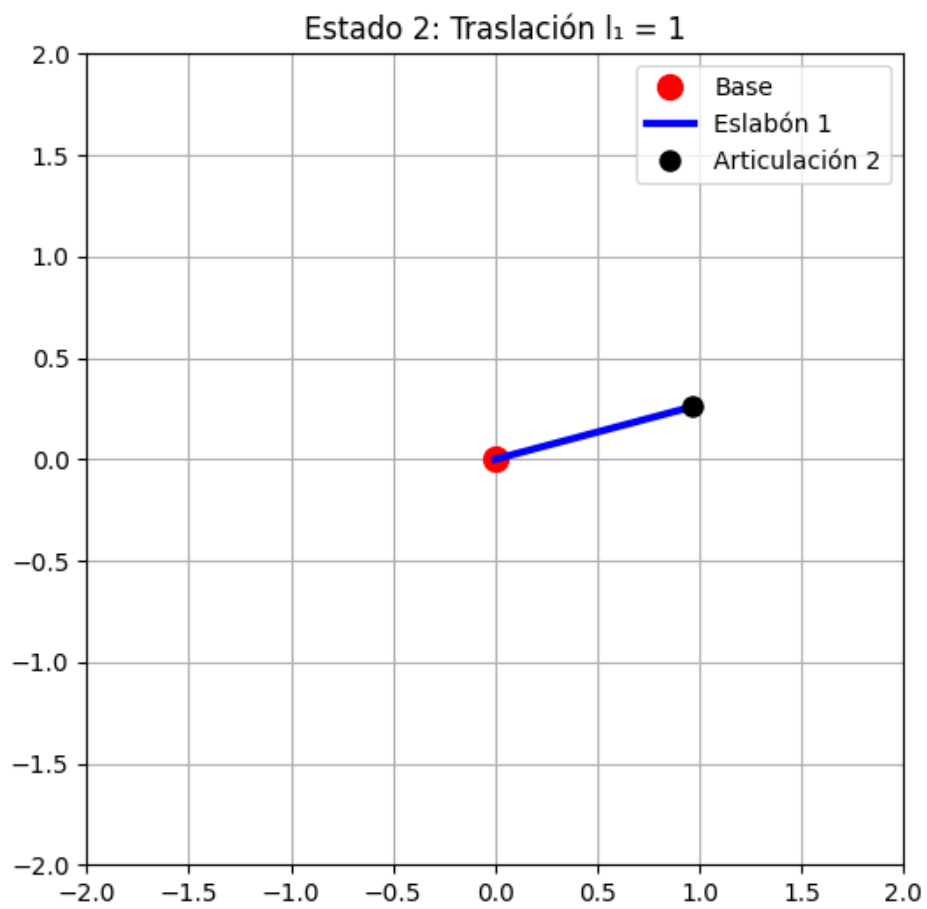

Figura 3: Estado 2: Despues de  $_0H1 @ _1H2$  (primer eslabon extendido)
- **Figura 3:** Se extiende la primera articulación con la rotación ya aplicada